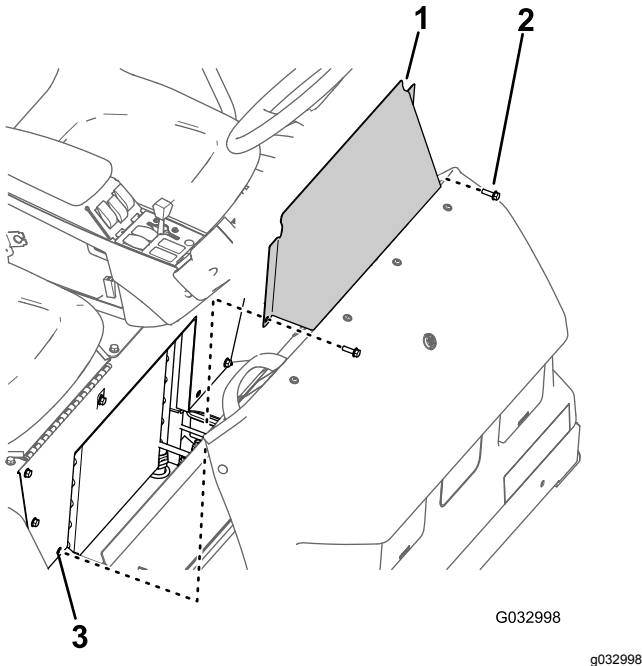

Bild 60
1. Entfernen Sie die zwei Bundkopfschrauben, mit denen die Abdeckplatte am Sitzunterteil befestigt ist (Bild 60).
2. Nehmen Sie die Abdeckplatte am Sitzunterteil von der Maschine ab (Bild 60).
1. Fluchten Sie die Löcher in der Abdeckplatte des Sitzunterteils mit den Löchern im Sitzunterteil aus (Bild 60).
2. Befestigen Sie die Abdeckplatte des Sitzunterteils mit den zwei Bundkopfschrauben (Bild 60) am Sitzunterteil, die Sie in Schritt 1 in Entfernen der Abdeckplatte am Sitzunterteil (Seite 55) entfernt haben.